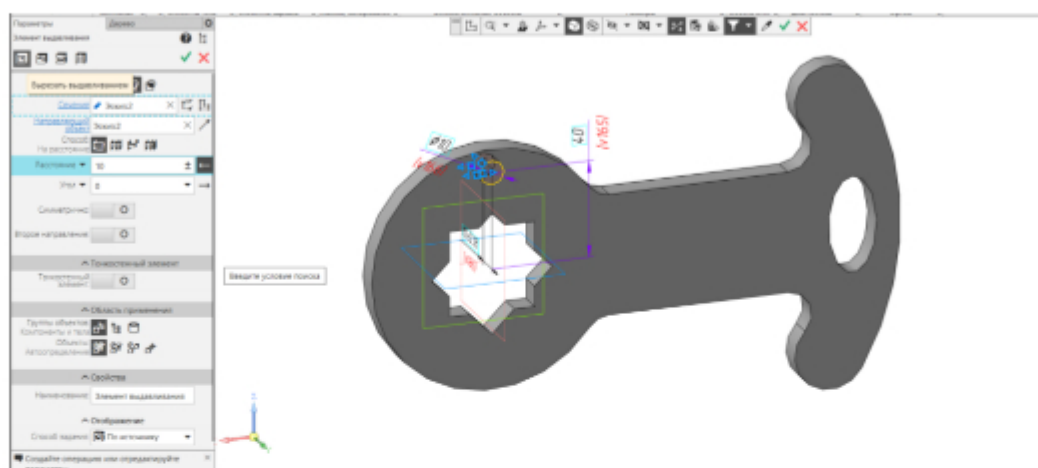

Рис. 17 Команда «Вырезать выдавливанием»
- **Инструменты эскиза – Геометрия – Окружность центр** (рис. 17).
Эскиз 2, способ – на расстояние 10 мм (можно использовать способ – через все, или до объекта) (см. рис. 17).